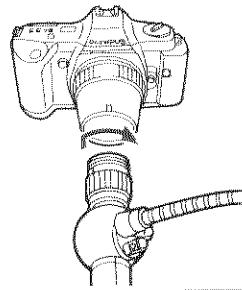

図6-5
1. スコープの接眼部未満の黄色指標の付いたピンと撮影アダプターの黄色指標を合わせて差し込みます。(図6-5)
(図6-5)